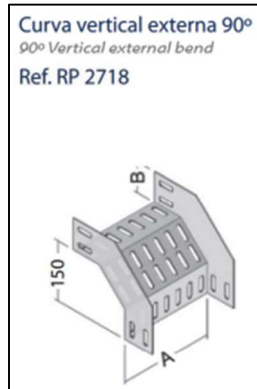

Figura 23: Curva vertical externa
- viii. Curva vertical 90° (Figura 23);